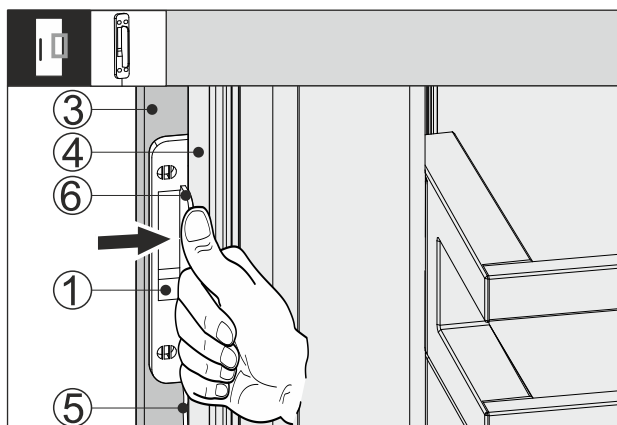

Fig. 66
- ▶ Schuif de klopsensor Fig. 66 (1) tussen het meubelfront Fig. 66 (3) en de apparaatdeur Fig. 66 (4), zodat de kabel Fig. 66 (5) licht gespannen is. De aanslag Fig. 66 (6) van de klopsensor ligt tegen de apparaatdeur Fig. 66 (4) aan.
- ▶ Druk de klopsensor Fig. 66 (1) tegen het meubelfront Fig. 66 (3) aan.
- ▷ Klopsensor Fig. 66 (1) is vastgeplakt. Het vastplakken van de klopsensor optimaliseert de overdracht van het kloppsignaal.
Continue bevestiging van de klopsensor Fig. 66 (1) verhoogt de levensduur.
- ▶ Schroef de klopsensor Fig. 66 (1) met de meegeleverde schroeven aan het meubelfront Fig. 66 (3) vast.